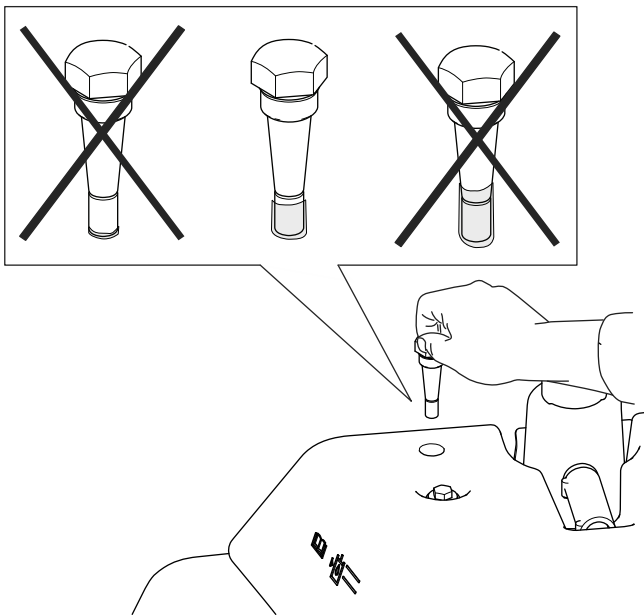

Bild 49
4. Nehmen Sie den Peilstab wieder heraus und prüfen Sie den Ölstand. Wenn er zwischen den zwei Markierungen am Peilstab liegt, ist der Stand ausreichend. Wenn der Ölstand nicht zwischen den Markierungen liegt, füllen Sie den Ölstand entsprechend auf (Bild 49).